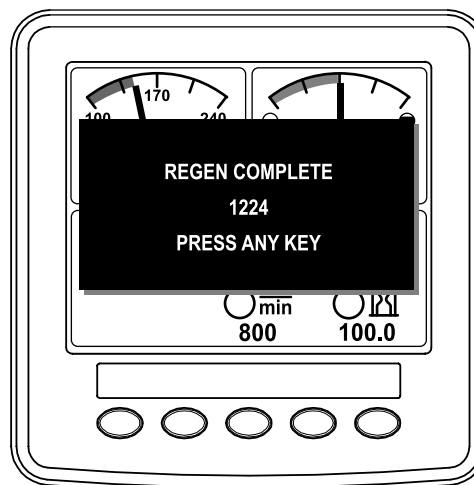

Figura 60
11. Quando o computador do motor conclui uma regeneração em estacionamento ou de recuperação, o InfoCenter apresenta o AVISO N.º 1224 (Figura 60). Pressione qualquer botão para sair para o ecrã inicial.